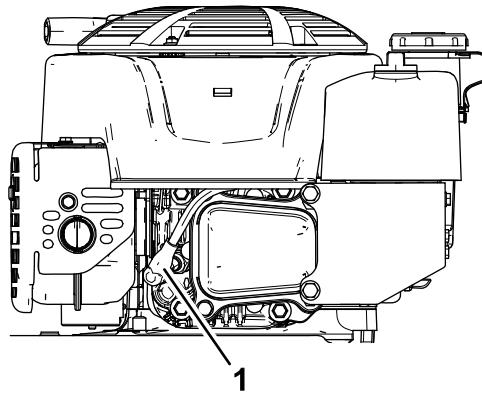

Figura 28
- Desligue o fio da vela da ignição da vela da ignição (Figura 28).